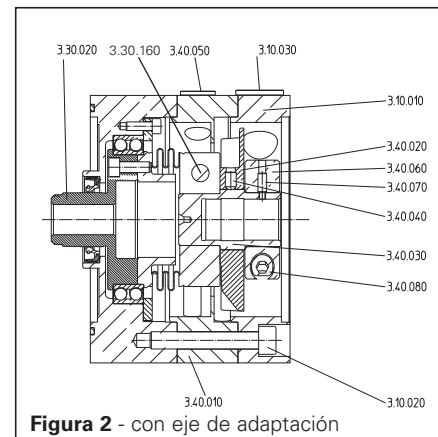

Figura 2 - con eje de adaptación
2.2 Montaje del ventilador para reductores con eje de adaptación (figura 2)